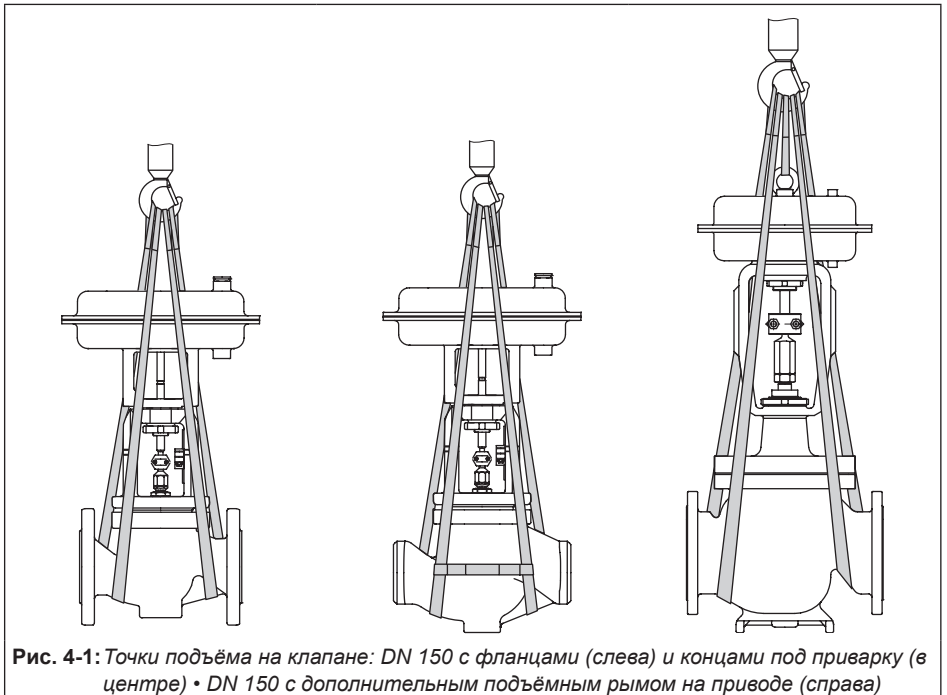

Рис. 4-1: Точки подъёма на клапане: DN 150 с фланцами (слева) и концами под приварку (в центре) • DN 150 с дополнительным подъёмным рымом на приводе (справа)
- Используйте крюк с предохранительной защелкой (см. Рис. 4-1) для фиксации строп от соскальзывания с крюка при подъёме и транспортировке.
1. Прикрепите по одной стропе к каждому фланцу корпуса и к такелажному оборудованию (например, крюку) крана или вилочного погрузчика (см. Рис. 4-1).
1. Прикрепите по одной стропе к концу под приварку корпуса и к такелажному оборудованию (например, крюку) крана или вилочного погрузчика (см. Рис. 4-1).